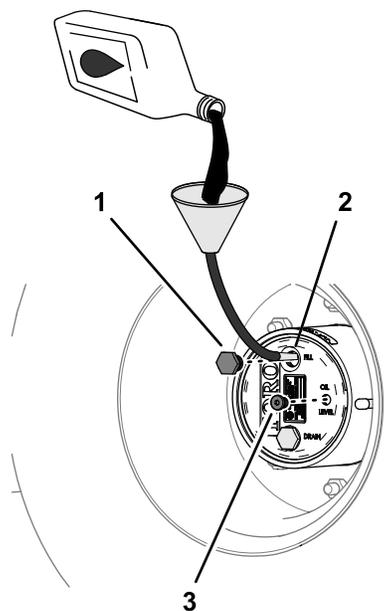

Figura 85
4. Se o nível de lubrificante estiver baixo, retire o tampão de enchimento e adicione o lubrificante especificado até começar a sair pelo furo do tampão de verificação (Figura 85); consulte a
6. Instale o tampão de enchimento e o tampão de verificação (Figura 85).
1. Através do furo do tampão de enchimento, adicione lentamente o lubrificante de engrenagens especificado; consulte Figura 85 em Verificação do lubrificante da transmissão da engrenagem planetária \(página 69\).
3. Instale o tampão de enchimento e o tampão de verificação; consulte Figura 85 em Verificação do lubrificante da transmissão da engrenagem planetária \(página 69\).